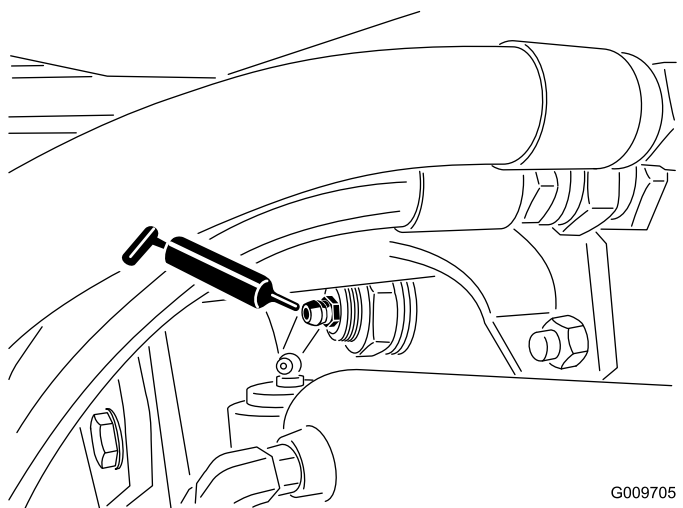

Figure 47
- Bagues de pivot de pont arrière (2) (Figure 47).